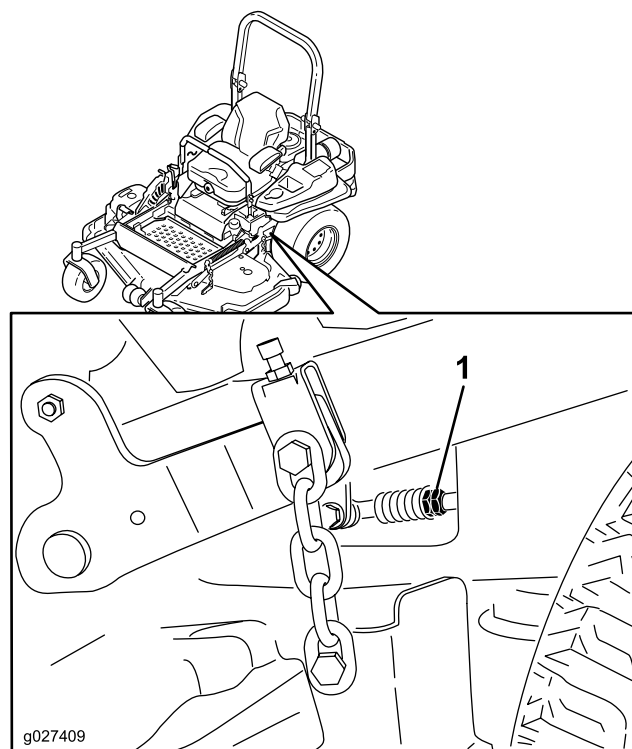

Figure 88
10. Réglez la longueur des tiges de pompes en tournant les doubles écrous dans le sens voulu jusqu'à ce que les roues tournent légèrement en marche arrière (Figure 88).